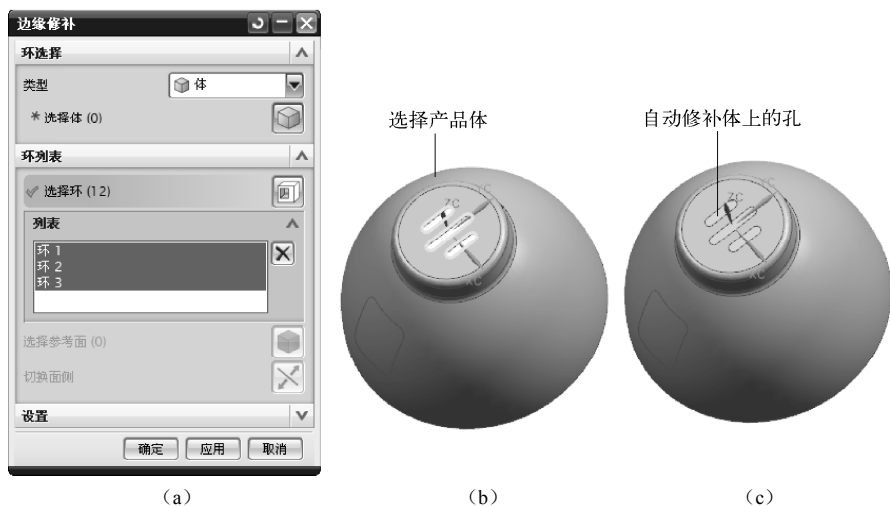

图 4-68 边缘修补
(1) 单击【注塑模工具】工具栏中的【边缘修补】按钮，弹出如图 4-68 (a) 所示的【边缘修补】对话框。
(2) 在对话框中，将【环选择】选项组的【类型】设为【体】，如图 4-68 (b) 所示，
在工作区选择需要补片的实体，单击【确定】按钮，完成边缘修补，如图 4-68 (c) 所示。